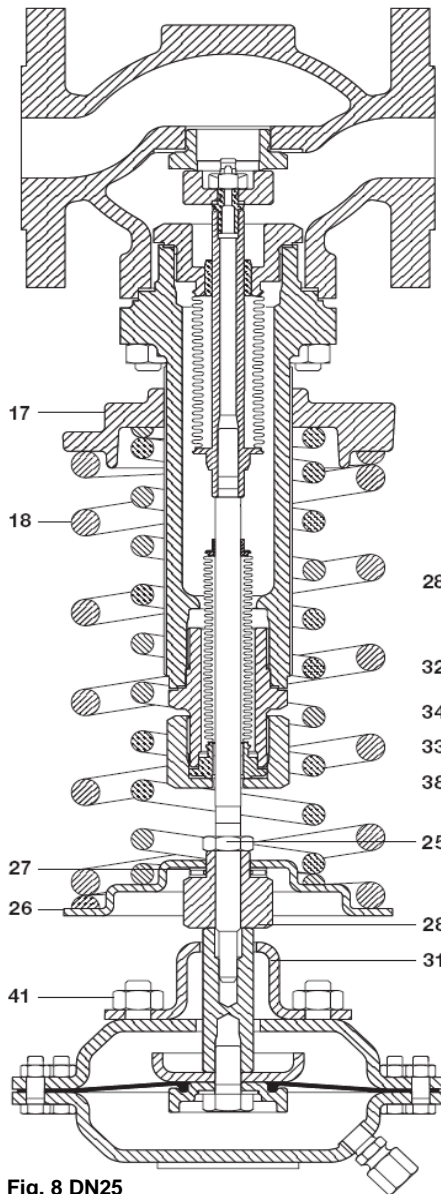
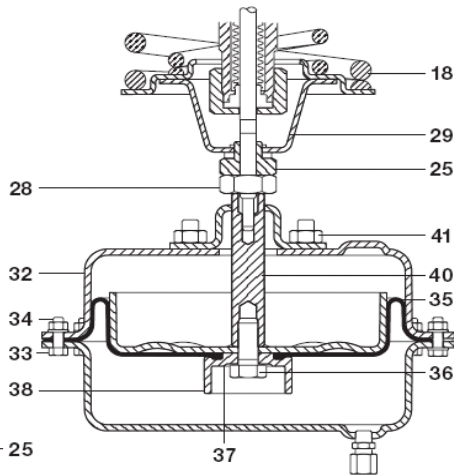

Fig. 8 DN25
Fig. 9 DN32 tot DN50
4.4.1. Vervangen van het membraan en dichting van de servomotor (Fig. 9)
- Schroef de bouten en moeren (33 en 34) los en verwijder het huis van de servomotor (32).
- Schroef de zeskantbout (36) los. Verwijder de bout, de membraanklem (38), dichtingring (37), spindel (40) en het membraan (35).
- Plaats het nieuwe membraan (35) en zorg ervoor dat de afdichtingslip van het membraan juist past in de gleuf van de membraanklem (39). Plaats de nieuwe dichtingsring (37) en monteer de bout/spindel. Span de klembout correct aan (zie paragraaf 4.2).
4.4.2. Vervangen van de regelveer (of veren) (Fig. 8 en 9)
- Verdraai de regelmoer (17) tot de regelveer (18) volledig ontspannen is.
- Schroef de impulsleiding en de bevestigingsmoeren (41) los en verwijder de servomotor van de klep.
- Schroef de moeren (16) los en verwijder de montageplaat (31).
- Klem de instelmoer (28) vast en los de borgmoer (25). Verwijder de instelmoer (28), de borgmoer (25), het naaldlager (27), de veerschotel (26), lagerplaat (29) en de veer (of veren) (18).
4.4.3. Vervangen van afdichtingsbalgmembraan (Fig. 8 en 9)